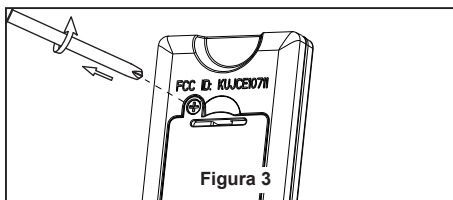

Figura 3
2. Deslice el receptor en el soporte de suspensión antes de realizar el cableado como se muestra en la figura 3.
4. Coloque la aspa-lado A debajo de la aspa-lado B y alineando el extremo de los orificios de la aspa. Asegure los 5/32"-32 tornillos de cabeza plana. (Figura 3)
3. Extraiga uno de los tres tornillos de ensamble del kit de iluminación y guarde los tornillos para pasos posteriores. Afloje levemente los otros dos tornillos. (Figura 3)
3. Retire la cubierta de la batería del control remoto con un destornillador y conserve el tornillo para luego. (Figura 3)